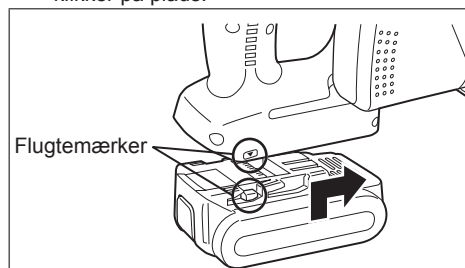

Fig. 2
1. Tilslutning af batteripakningen (Se Fig. 2)